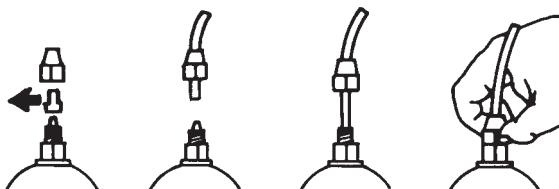

Fig. 7
- e.- Saque las dos cápsulas de protección de los empalmes, insiera hasta el fondo los tubos enroscando, y asegúrelas con los casquillos de fijación. (Fig.7)